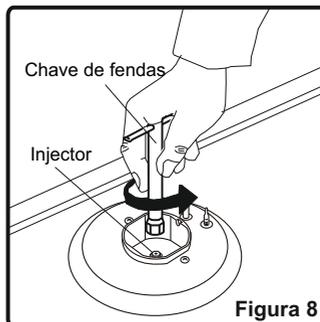

Figura 8
- Desaparafusar os injectores. Para isso, usar uma chave de fendas de 7mm (Figura 8).